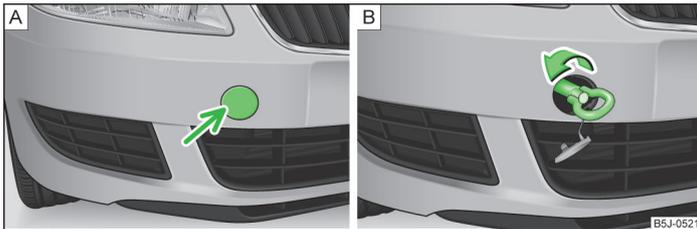

Fig. 151 Paragolpes delantero: caperuza protectora / montaje de la argolla de remolque
- Presionar la mitad izquierda de la caperuza protectora en la dirección de la flecha » fig. 151 - A.
- Enroscar manualmente la argolla de remolque girándola hacia la izquierda hasta el tope » fig. 151 - B. Para fijar la argolla recomendamos utilizar p. ej. la llave de rueda, la argolla de remolque de otro vehículo u otro objeto parecido que se pueda pasar por la argolla.